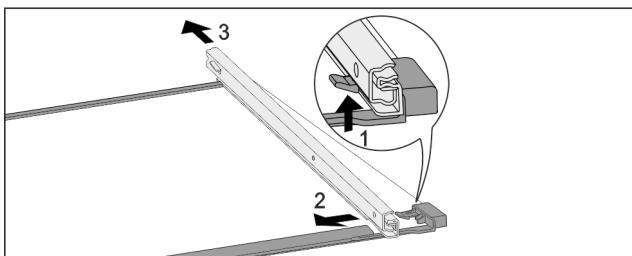

Fig. 205 Стъклена плоча с релси
- Натиснете нагоре предните фиксиращи палци. Fig. 205 (1)
- Пълзнете изтеглящата релса настрани Fig. 205 (2) и назад Fig. 205 (3).